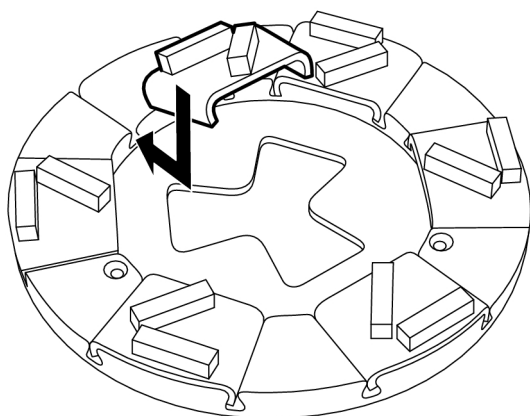

Рисунок 4-13. Установка головок
1. Сместите шлифовальную головку по диагонали сверху вниз в соответствующий направляющий паз в держателе, см. Рисунок 4-13, стр. 25. Затем полностью втолкните головку в паз.
2. Сместите новую шлифовальную головку по диагонали сверху вниз в соответствующий направляющий паз в держателе, см. Рисунок 4-13, стр. 25. Затем полностью втолкните головку в паз.
3. Установите требуемую головку на машину, см. Рисунок 4-13, стр. 25